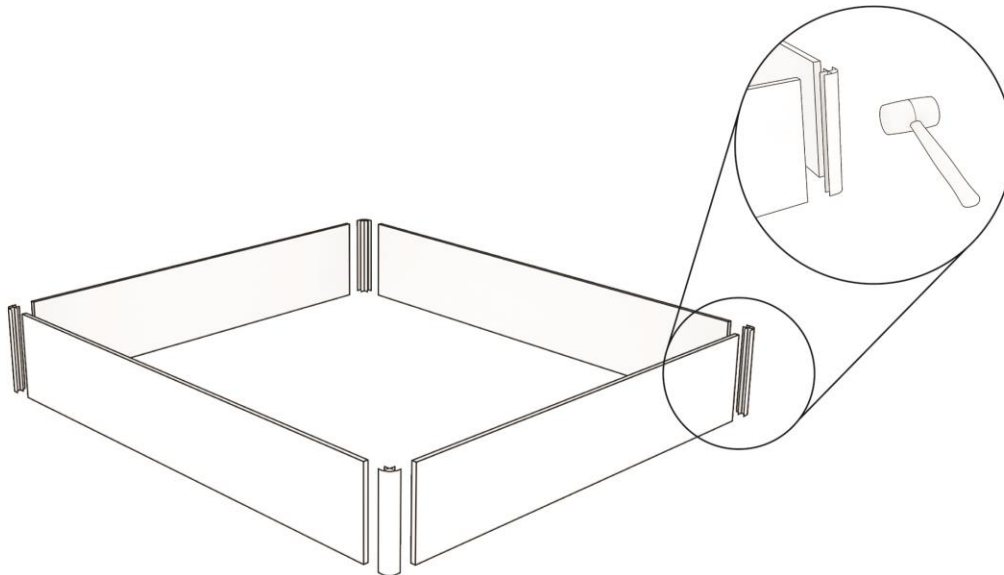

Abbildung 1: Festhämmern der Seiten-, Kopf- und Fußleisten an den Eckstücken.
Schritt 1. Nehmen Sie die Leisten der Längsseiten (längere Leisten) sowie des Kopf- und Fußendes des Bettes (kürzere Leisten) und positionieren Sie diese wie in Abbildung 1 dargestellt. Achten Sie darauf, dass die Leisten in einem Winkel von 90° Grad rechtwinklig zueinander stehen und schlagen Sie mit einem Gummihammer auf die Eckstücke der Leisten..